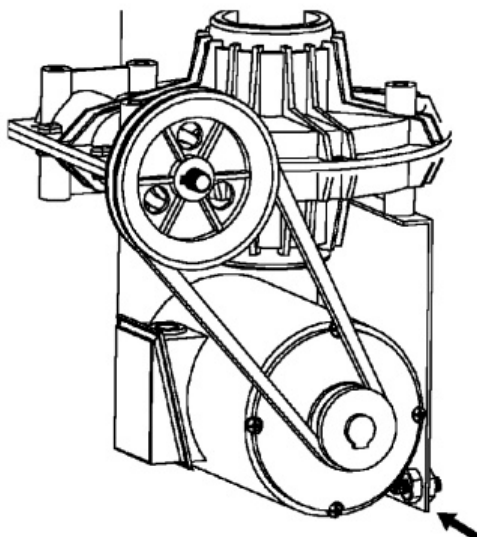

Abbildung 16
- Die Spannung des Keilriemens alle 6 Monate prüfen (Abb. 16).